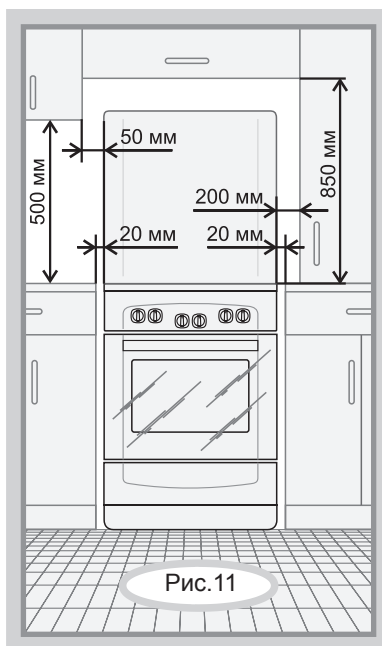

Рис.11
- Минимальные расстояния, которые необходимо выдержать при установке плиты, показаны на рис.11. Задняя стенка плиты должна отстоять от поверхности стены не менее чем на 50 мм. Торцы мебели на уровне варочной поверхности стола рекомендуется защитить металлическими накладками. Кухонные полотенца, шторы и т.п. должны находиться на безопасном расстоянии, исключающем их воспламенение.